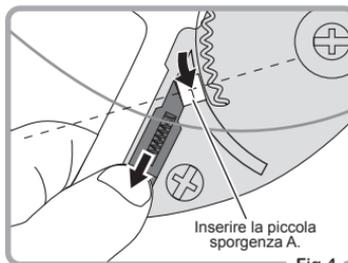

Fig.4
- 2) Sistemare la piccola sporgenza A nel nollino spingendo la leva verso il basso. (Fig.4)